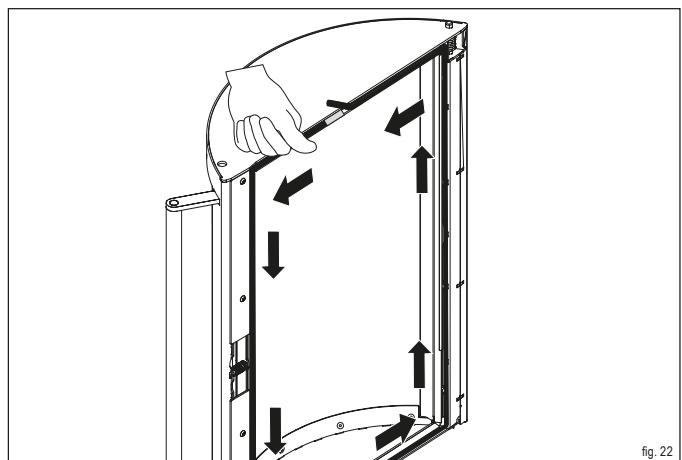
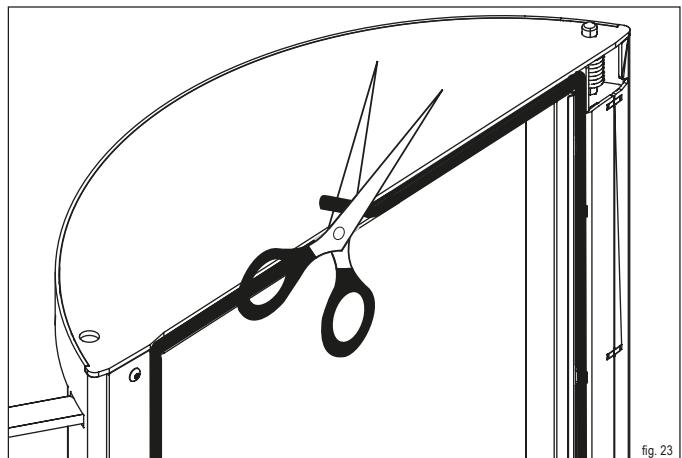

fig. 22
fig. 23
- Iniziare a collocare la guarnizione dal centro della guida, nell'area superiore dello sportello della camera di combustione. Premere omogeneamente la guarnizione nella guida (fig. 22). Far sporgere leggermente l'estremità e tagliare la guarnizione in modo che collida (fig. 23).